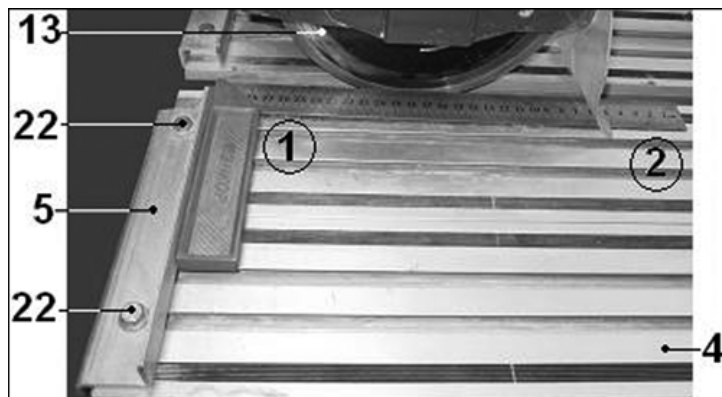

Рис. 8
10.1. Регулировка угла резания (Рис. 8)
10.1.3. Как показано на Рис. 8, положите угольник на рабочий стол (4) вплотную к фронтальному упору (5). Проверьте параллельность перемещения отрезного диска (13) в точках 1 и 2. При необходимости ослабьте болты (22), произведите регулировку угла 90° фронтального упора (5) относительно отрезного диска (13). По окончании регулировки надёжно закрепите болты (22).